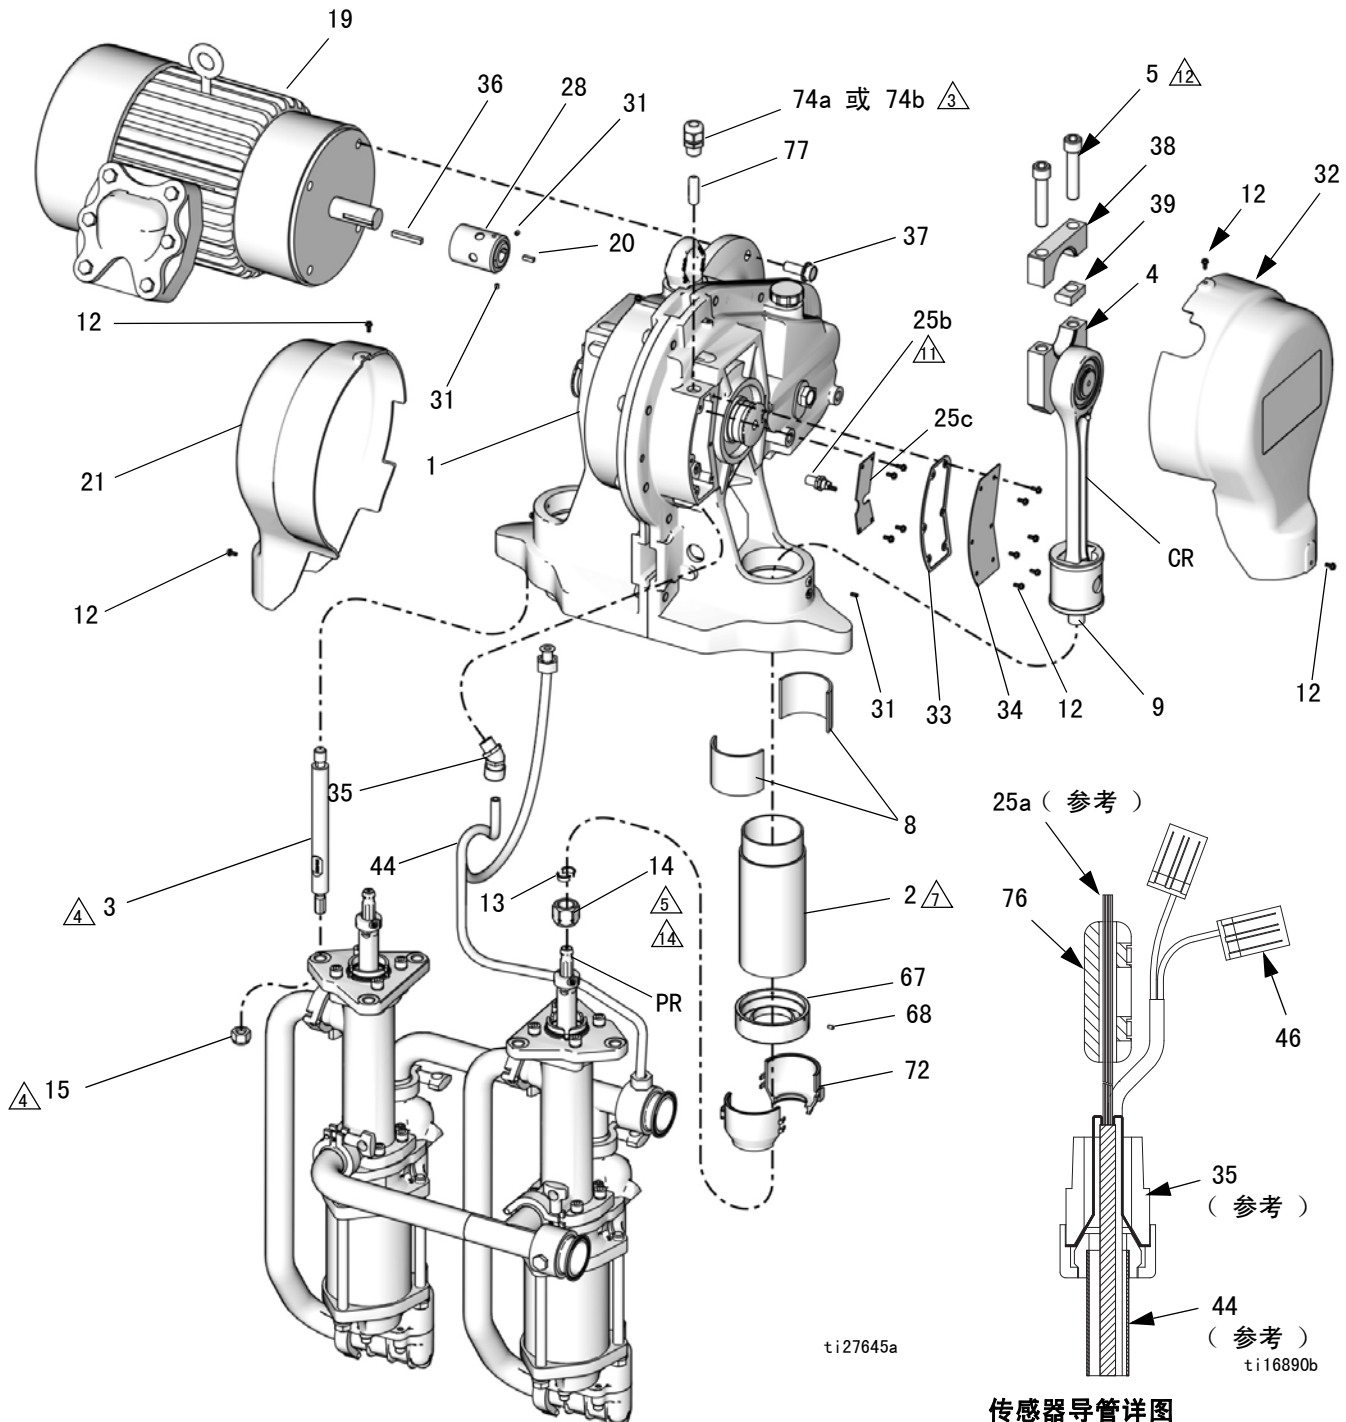

图 30: 齿轮减速器更换
5. 将马达 (19) 抬入位置。使马达轴上的键 (36，图 30) 与马达耦合器的配合槽对准，并使四个安装孔与齿轮减速器 (1) 中的孔对准。将马达滑入位。
6. 让一人撑住马达 (19)，然后安装螺钉 (37)。用 75-80 英寸磅 (102-108 牛·米) 的扭力拧紧。
4. 参见图 30。卸下护板（72）。断开驱动连接机构的连接。请参见步骤 4-11（第 24-25 页）。
9. 参见图 30。卸下螺钉（12）、电路板盖（34）和垫圈（33）。重新装上盖板和螺丝。丢弃垫圈。
12. 参见图 30。卸下定位螺钉（31）。从齿轮减速器上拧下滑动缸（2）。
3. 参见图 30。将滑动缸（2）拧入新的齿轮减速器（1）。用 15-20 英尺磅（21-27 牛·米）的扭力拧紧。安装定位螺钉（31）。用 30-35 英寸磅（3.4-3.9 牛·米）的扭力拧紧。